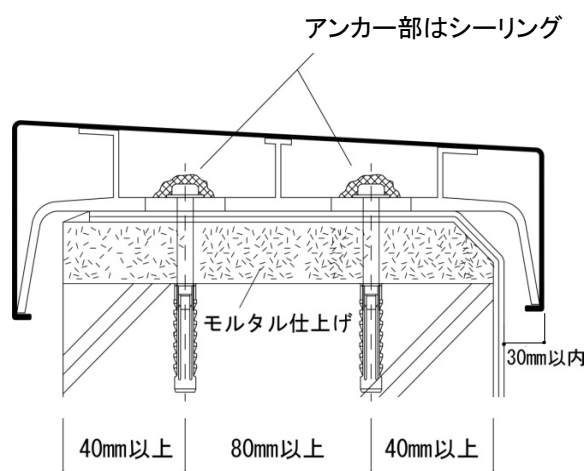
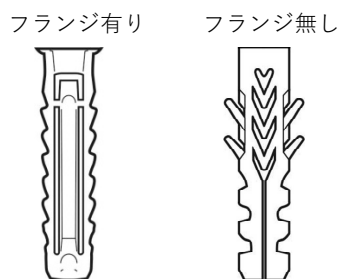

図1-2
図1-3 イラストは一例です
- ・アンカープラグはモルタル層や防水層表面ではなく躯体に効かせてください。(図1-2参照)
※図1-2のようにモルタルで嵩上げされている場合は長いプラグを使用するか、フランジ無しプラグ(図1-3参照)を躯体まで差し込んでください。ねじも長いものを用意してください。